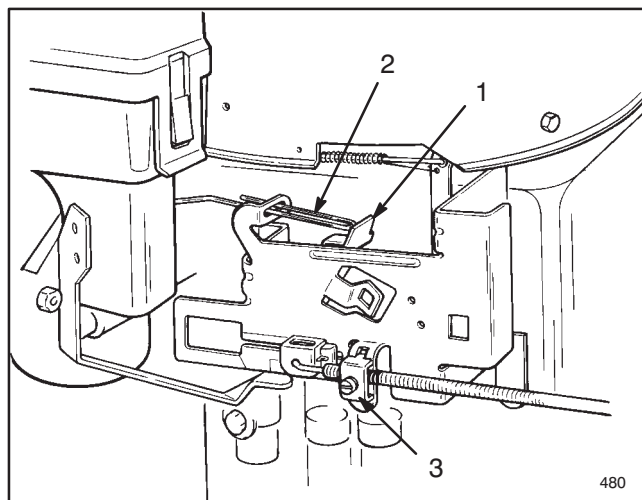

Figure 13
2. Le levier de commande du papillon doit juste toucher la tringle du starter (Fig. 13); s'il n'est pas dans cette position, un réglage est nécessaire.
- B. Desserrer la vis de serrage du câble de commande des gaz (Fig. 13) et déplacer la gaine et le câble de commande des gaz jusqu'à ce que le levier de commande du papillon touche la tringle du starter.